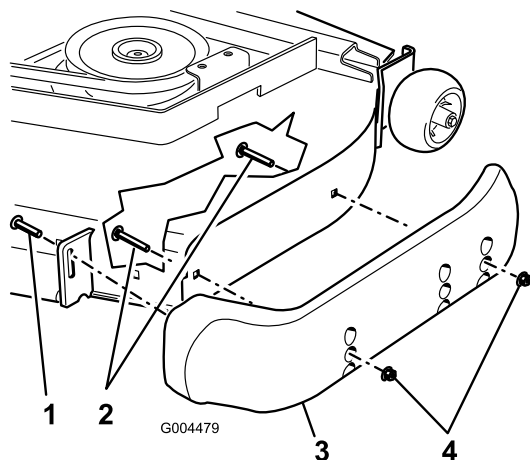

図 7
3. 各スキッドの前にあるねじをゆるめる。ガーディアンデッキにはスキッドが2本、側方排出デッキにはスキッドが1本ある（図 7）。